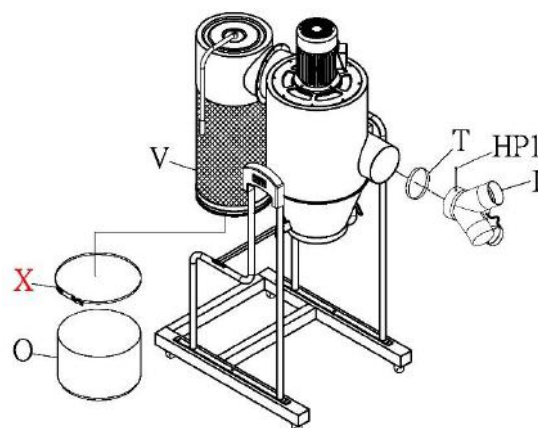

Abbildung 10
11. Schaumstoffklebeband (T) nahe an der Kante rund um die Einlassöffnung anbringen. Siehe Abbildung 10. Das Schaumstoffklebeband muss die runde Öffnung komplett umschließen.
12. Den Einlassadapter (I) am Hauptgehäuse anbringen und mit der Flanschkopfschraube (HP1) sichern.
13. Das Schaumstoffklebeband (V) unmittelbar über der unteren Kante des Topffilters anbringen. Das Schaumstoffklebeband muss den Topffilter komplett umschließen.
14. Den Auffangbeutel (O) am Boden des Topffilters anbringen und mit der Stahl-Beutelklammer (X) sichern.